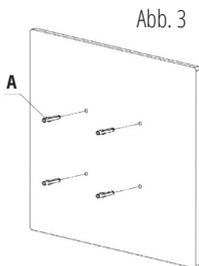
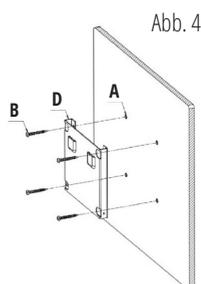

Abb. 3
Abb. 4
SCHRITT 2. BEFESTIGEN DER WALLBOX. Befestigen Sie die Wandhalterung an der Wand, wie in Abb. 3 und 4 gezeigt. Bringen Sie die Wallbox wie in Abb. 4 gezeigt an der Wandhalterung D an.